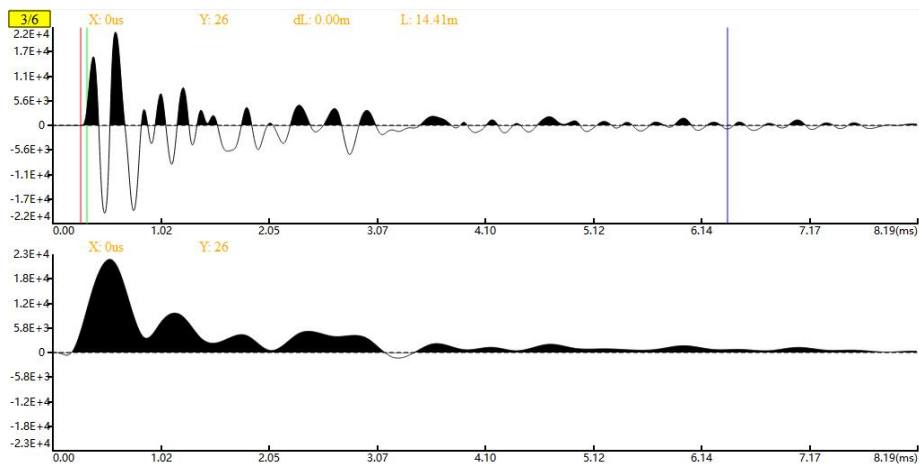

图 3-16 包络提取
- 包络提取：对需分析的波形进行包络提取操作，并显示在分析视图的第二块区域，变化如图 3-16 显示。包络所反应的是在立柱中波形传播的状态，在正常情况下波形是会呈指数衰减状，如有幅值突然变大则多为反射点，可进一步判定是否为杆头、孔口、杆底或缺陷点。快捷键为 **ⓐ**。